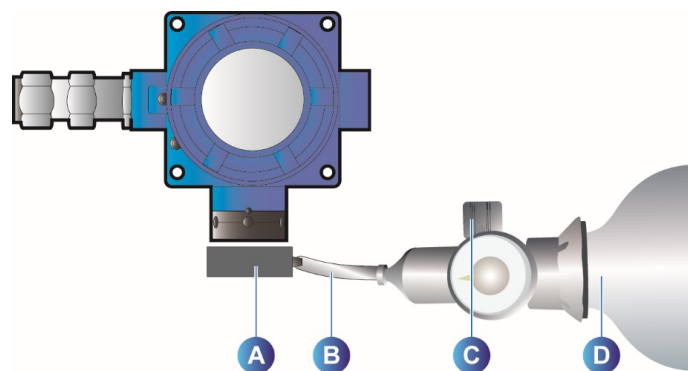

Figure 13 : réglage du zéro (OLC 100).
2. Placer la coiffe d'étalonnage sur la tête de détection (Figure 13, rep. A).